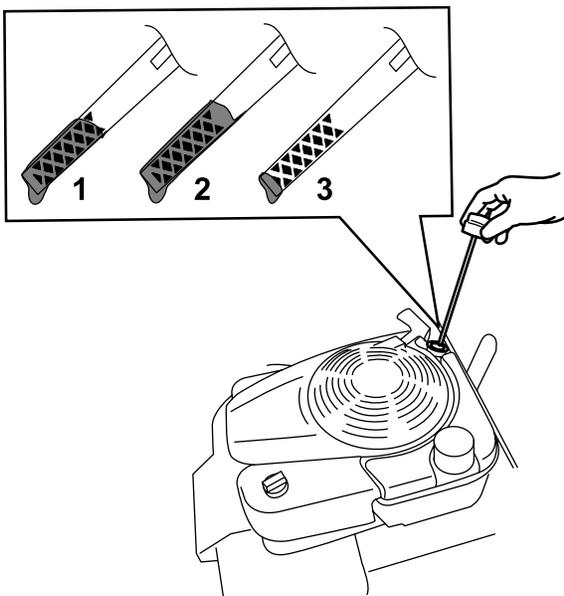

Bild 33
3. Drehen Sie den Deckel nach links und ziehen ihn heraus, um den Peilstab zu entfernen (Bild 33).
10. Lesen Sie den Ölstand am Peilstab ab. (Bild 33)